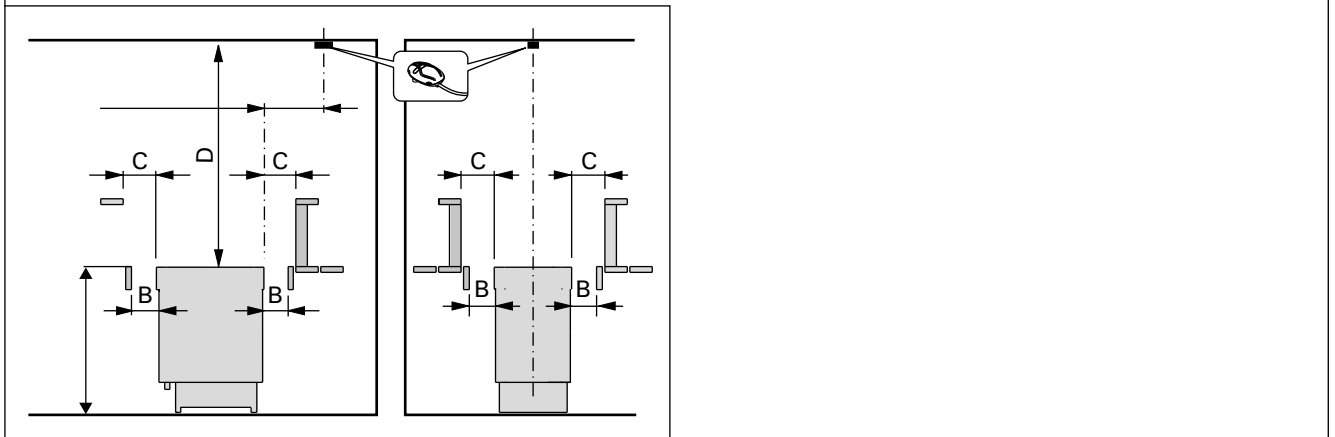
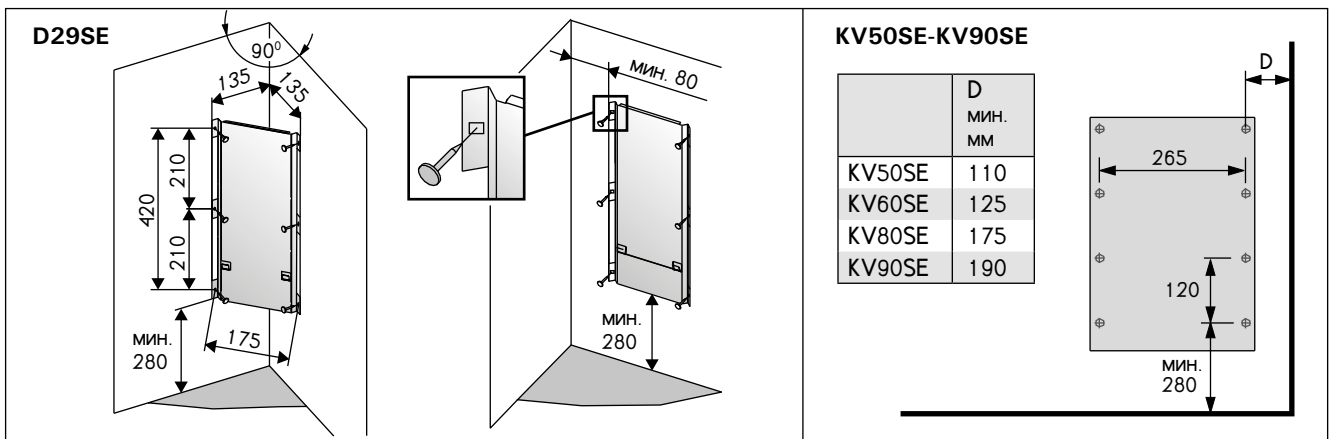

Рисунок 5. Расстояния безопасности (все размеры приведены в миллиметрах)
Рисунок 6. Установка крепёжной рамы (все размеры приведены в миллиметрах)
- При расположении каменки выполняются условия минимальных расстояний, изображенных на рис. 5 и указанных в таблице 2.
1. Прикрепите установочный кронштейн к стене винтами, входящими в комплект поставки кронштейна. Соблюдайте безопасные минимальные расстояния, указанные на рисунке 5. Установочные размеры кронштейна показаны на рис. 6.
1. С помощью прилагаемых шурупов прикрепите к стене монтажную раму, соблюдая минимальные расстояния, указанные в таблице 2 и на рис. 5. Установка рамы изображена на рис. 6.
Перед установкой необходимо принять во внимание минимальные расстояния до легковозгораемых материалов. См. табл. 2 и рис. 5.
При установке защитного ограждения вокруг каменки следует соблюдать расстояния, указанные на рис. 5 и таблице 2.